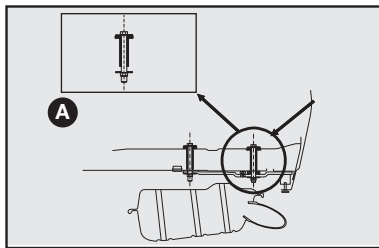

fig. 11
- Efetuar no veículo a furação com \varnothing (diâmetro) 11 mm traspassando o assoalho posterior (ver detalhe **A-fig. 11**) e a longarina nas marcas esquemáticas indicadas na figura correspondente ao modelo do seu veículo (**12 e 13**).